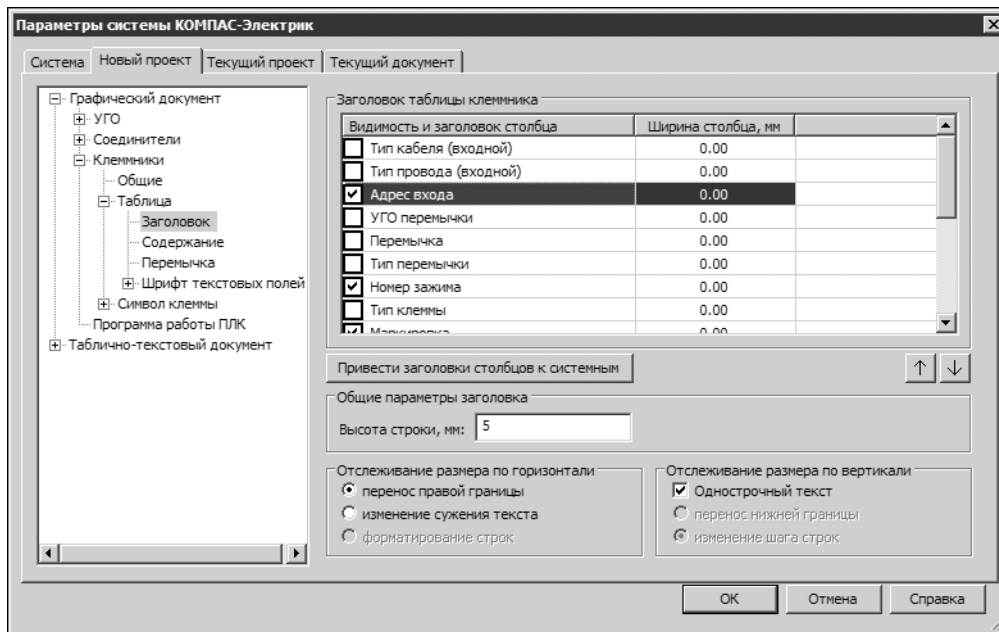

Рис. 19.5. Настройка заголовка таблицы клеммника
- Чтобы изменить параметры заголовка таблицы клеммника, в списке объектов настройки выберите **Графический документ — Клеммники — Таблица — Заголовок** (рис.19.5). В правой части вкладки появятся элементы управления, которые приведены в табл. 19.9.